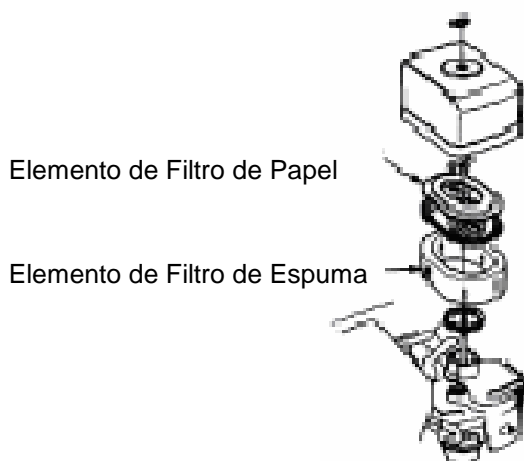

Figura 1 Filtro de Ar
2. Para limpar ou substituir o filtro de ar desaperte a porca borboleta no compartimento do filtro de ar (Figura 1), retire a tampa e extraia o cartucho do filtro. Se apenas se pretender limpar o filtro sopra através do cartucho do filtro de ar a partir de dentro, deslocando um jacto de ar comprimido para cima e para baixo até que o pó seja removido.